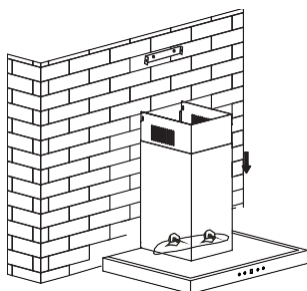

Bild 5
6. Montera skorstenen på enheten och dra expansionsröret till utsidan. Montera köksfläkten på väggen med 2 st säkerhetsskruvarna ST4×30 mm. Anvisning: De två säkerhetsöppningarna med en diameter på 6 mm är sitter på baksidan av höljet. Se bild 5 och 6.